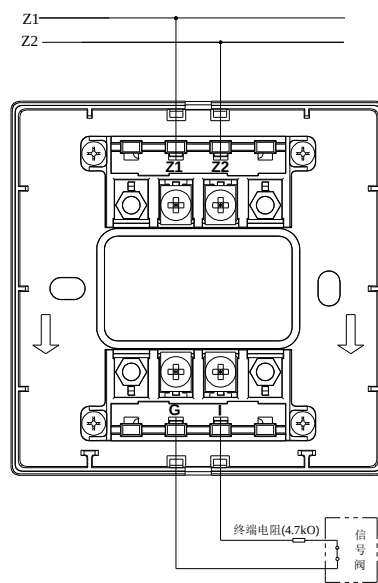

图 4 常闭无源触点示意图
2. 模块与具有常闭无源触点的现场设备（以信号阀为例）连接方法如图 4 所示。